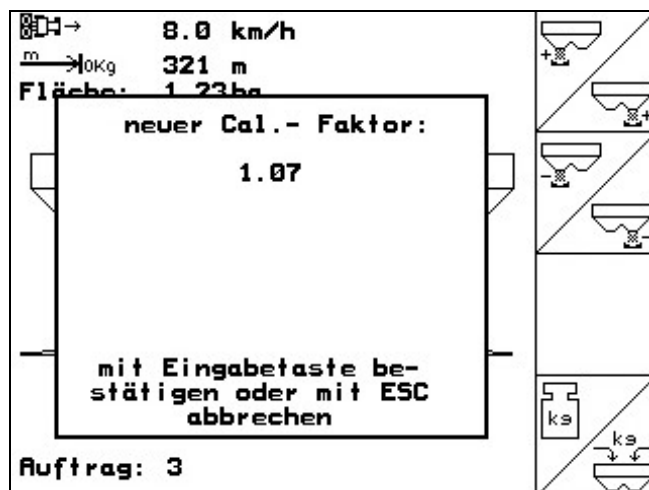

Fig. 36
- O novo factor de calibração é indicado e confirmado com  ou rejeitado com  (Fig. 36).